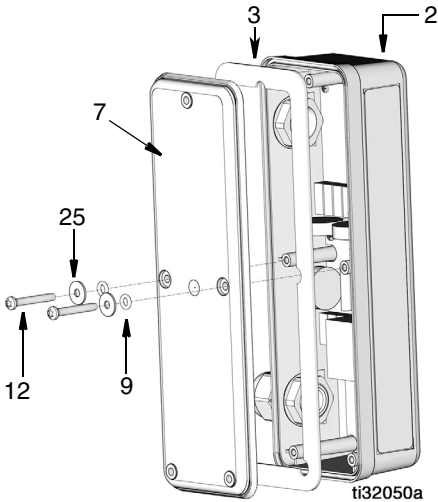

FIG. 11
16. Apriete la presilla del cable (19).
- Coloque la junta (3) en la tapa del PAC (7) (FIG. 11).
- Monte la tapa encima del alojamiento del PAC (2). Compruebe que todos los orificios de tornillos de la tapa y del alojamiento estén bien alineados (FIG. 11).
- Coloque dos juntas tóricas (9), arandelas (25) y tornillos (12) para fijar la tapa al alojamiento del PAC (2) (FIG. 11).